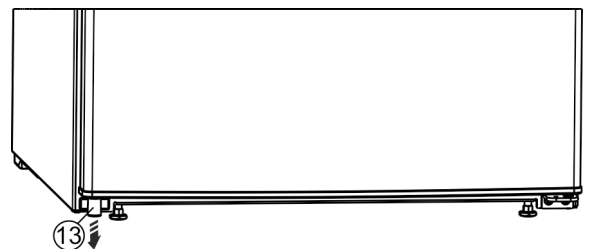

Fig. 14 \*
- ▶ Linksonder de afstandhouder *Fig. 14 (13)* uit de deur verwijderen.\*